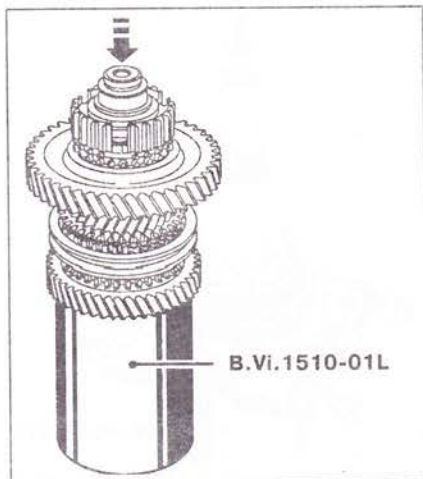

Рис. 5.52. Снимите при помощи пресса сборку «кольцо-шестерня-муфта», подставив под шестерню 3-й передачи приспособление B. Vi. 1510, индекс L.
19. Снимите при помощи пресса сборку «кольцо-шестерня-муфта», подставив под шестерню 3-й передачи приспособление В. Vi. 1510, индекс L (рис. 5.52).